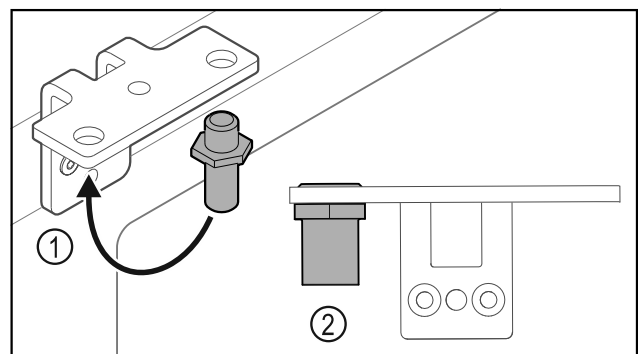

Fig. 36
- ▶ Bouten Fig. 36 (1) naar de scharnierhoek verplaatsen.
- ▶ Bouten Fig. 36 (2) met **aanhaalmoment van 12 Nm** vastdraaien.